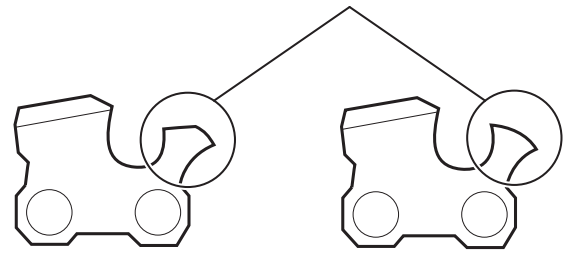

Fig. 35
- Après avoir abaissé la jauge de profondeur, utilisez la lime plate pour restaurer la forme arrondie originale à la jauge de profondeur (Fig. 35). Prenez soin de ne pas endommager les bords tranchants ou les maillons à proximité.